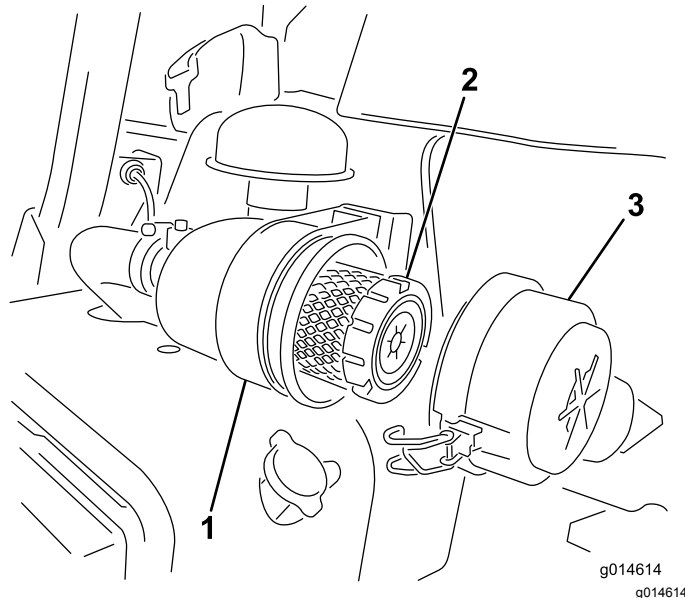

Figura 23
1. Liberte os trincos que fixam a cobertura do filtro de ar ao respetivo corpo (Figura 23).
7. Prenda os trincos (Figura 23).